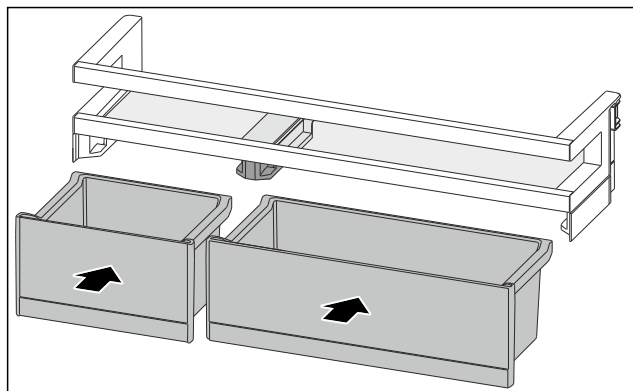

Fig. 136
- ▶ Umetnite kutije VarioBox izmijenjenim redoslijedom. (pogledajte Fig. 136)